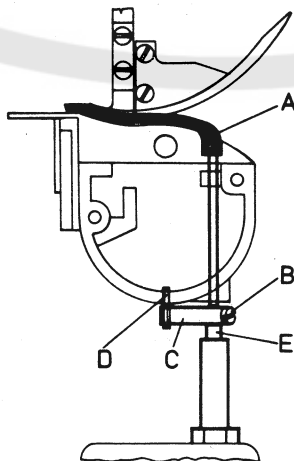

Fig. 1
Align feeler (A, Fig. 1) with slot in throat plate and set it as high as possible. Loosen screw (B) for making this adjustment and set feeler as required. When the feeler (A) is in its highest position, guide (C) should just contact the push button (E) of switch without pressing it. Make sure that fork of guide (C) is aligned with guide pin (D). Retighten screw (B).
Richten Sie den Taster (A, Fig. 1) nach dem Schlitz in der Stichplatte aus und stellen Sie ihn so hoch wie möglich. Lösen Sie dazu die Schraube (B) und stellen den Taster entsprechend ein. Wenn der Taster (A) in seiner höchsten Stellung ist, soll die Führung (C) den Druckknopf (E) des Schalters gerade berühren, ohne auf ihn zu drücken. Die Gabel der Führung (C) wird vom Führungsstift (D) geführt. Ziehen Sie die Schraube (B) wieder an.